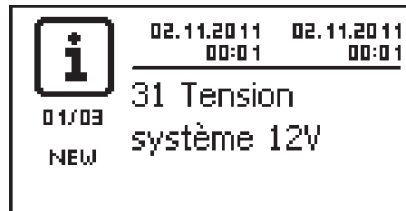
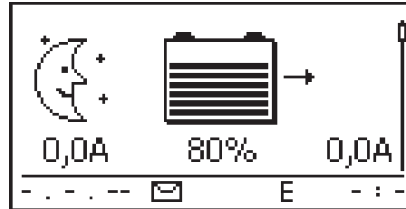

Fig. 5: Message d'événement comportant la tension du système détectée (exemple : 12 V)
Fig. 6: Position initiale de l'affichage d'état
2. ➤ Enclenchez le fusible externe de la batterie : introduisez la cartouche-fusible dans le porte-fusible (coupe-circuit à fusible) ou enclenchez le disjoncteur DC. Le régulateur se met en marche automatiquement et indique la tension du système détectée (= tension de la batterie) dans un message d'événement au bout de quelques secondes (Voir la Fig. 5).
3. ➤ Notez la tension du système indiquée sur Voir la Fig. 5.
4. ➤ Appuyez sur la touche « ESC » pour confirmer le message d'événement. La position initiale de l'affichage d'état apparaît (Voir la Fig. 6).
6. ➤ Si Voir la Fig. 5 et Voir la Fig. 6 ne s'affichent pas, vérifiez l'installation et supprimez l'erreur, si nécessaire, à l'aide des indications de la section ☞ 15, pp. 129sqq.